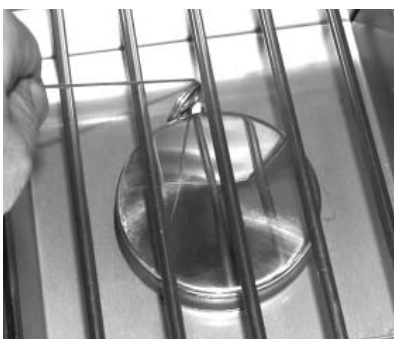

Fig. 10-3 - Éclairage manuel
**RAPPEL-VOUS:** POUR L'ÉCLAIRAGE MANUEL SÛR, PLACEZ Un ALLUMEUR BRÛLANT D'ALLUMETTE OU De BUTANE PRÈS Du BRÛLEUR - ALLUMEZ ALORS Le GAZ (voyez Fig. 10-3).
2. Insérez un allumeur brûlant de butane de long-baril, une allumette brûlante de long-tige, ou une allumette brûlante tenue par un support de prolongation de fil (Fig. 10-2) par les grilles à cuire au brûleur (Fig. 10-3). Pour des backburners, tenez la flamme contre le matériel perforé du brûleur arrière. Pour des sideburners, tenez la flamme contre le brûleur.